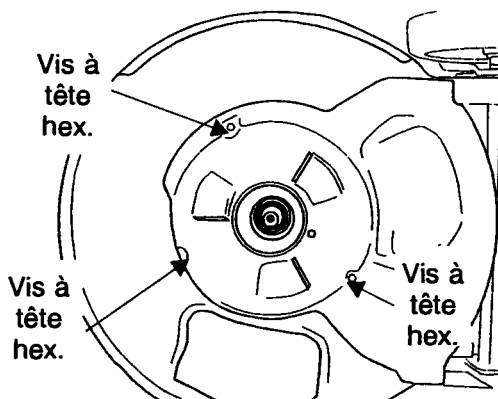

Figure 18
6. Avec une clé de 3/8 po, enlevez les trois vis à tête hex. qui maintiennent le déflecteur sur le plateau de coupe. Voir la figure 18.